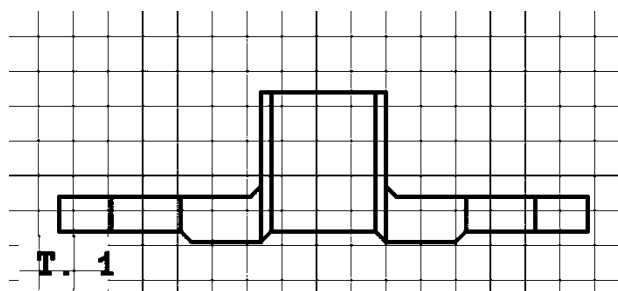

Рис. 51. Построение контура
2. Построение контура (рис. 51):